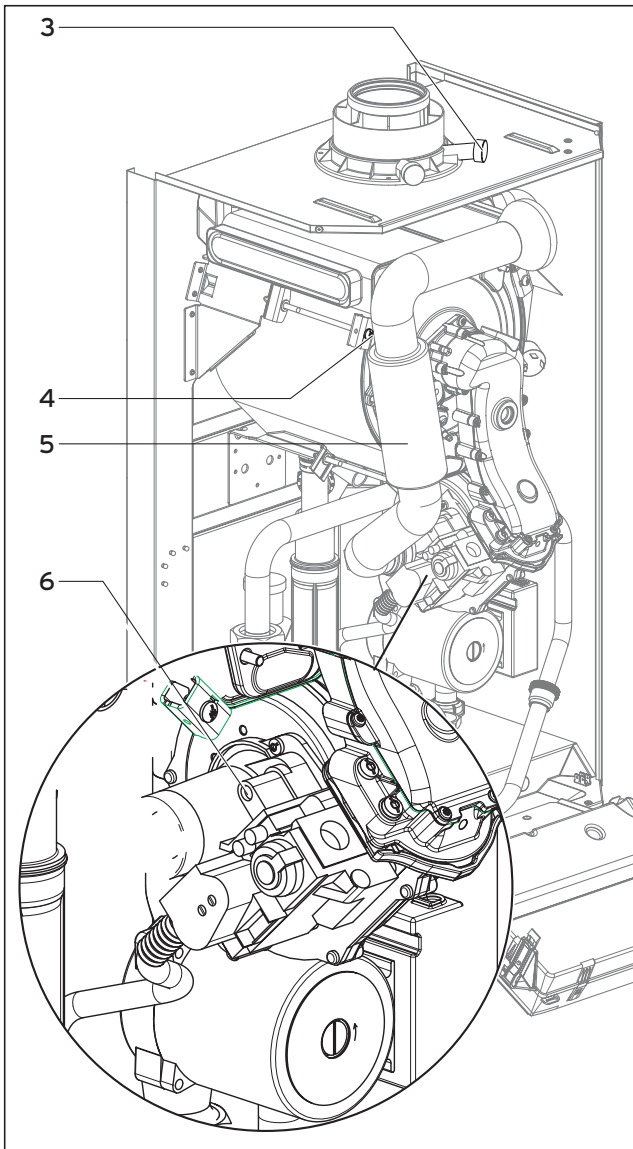

Рис. 5.4 Замер содержания CO₂, Настройка коэффициента избытка воздуха (настройка газа)
- Выполните замер содержания CO₂ на испытательном патрубке отходящих “азов (3) (рис. 5.4). Сравните измеренное значение с соответствующим значением в таблице 5.2.
- Если требуется выполнить настройку значения отходящих “азов, отверните винт (4) и откиньте вперед воздухозаборную трубу (5) на 90°.